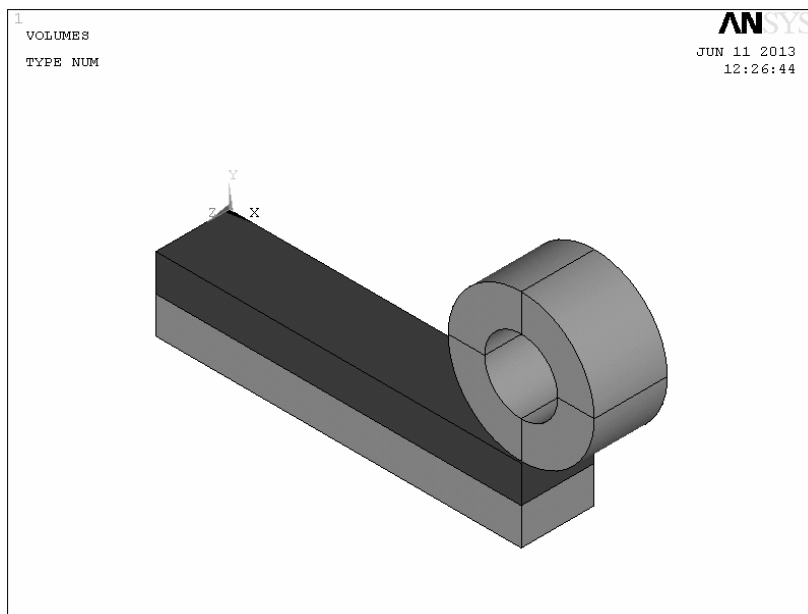

图 2-163 A、B、C 模型
(18) 依次选择 Utility Menu>Plot>Volumes，重新显示 A、B、C 的模型（见图 2-163）。